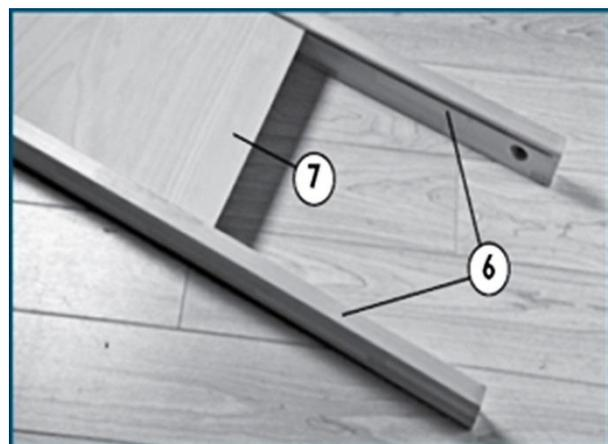

Abbildung 2
2. Schieben Sie den Regalboden (7) in die beiden Querbalken (6) (Abbildung 2)
3. Benutzen Sie zwei Dübel (18), Sechskantschraube M-12x100 (11), eine Scheibe (13) und M12 die Schraubenmutter (12) zum Anschrauben des Querbalkens an ein Tischbein. Der Regalboden kann an der Oberseite oder der Unterseite des Querbalkens montiert werden. Stellen Sie sicher, dass die Bohrungen in den Beinen nach vorne zeigen. Wiederholen Sie die Montage für die andere Seite.
4. Schieben Sie den Schraubstock (9) durch die Bohrungen in die Klemmbacke (8) und befestigen Sie ihn in den dafür vorgesehenen Bohrungen an der Hobelbank-Arbeitsplatte (1). Befestigen Sie den Schraubstock (9) mit vier Sechskantschrauben 6x30 mm (16) an der Platte und mit zwei Sechskantschrauben 6x40 mm (14) an der Klemmbacke. Montieren Sie den Schraubstockhebel (10) am Schraubstock und befestigen Sie den Hebelkopf (17) mit einem Dübel (18). Wiederholen Sie alle Schritte für den anderen Schraubstock auf der Vorderseite.